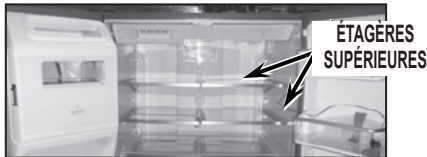

FIGURE 1
3. Retirer tous les articles des étagères supérieures et enlever les étagères. Voir la *Figure 1*.